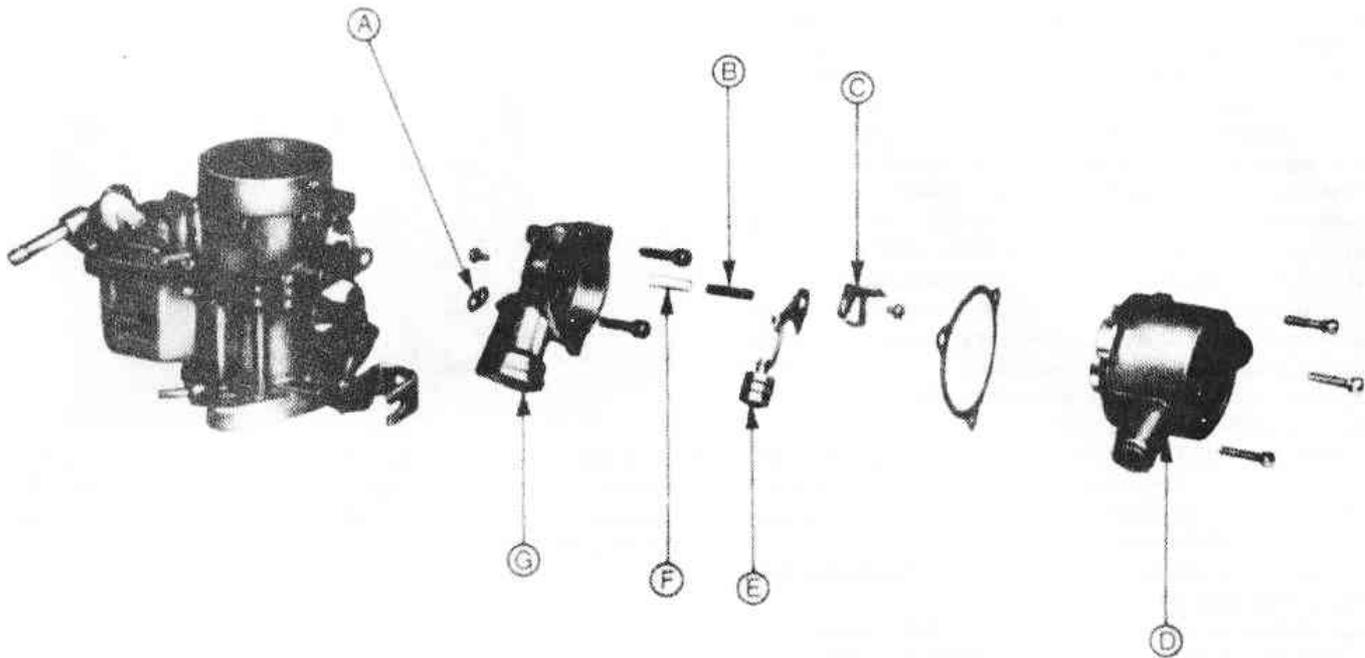

Рис.3.28. Детали автоматической воздушной заслонки карбюратора "Форд" (Разд.23)
7. Соедините вакуумный поршень, ось и тягу; не забудьте о пластиковом чехле на оси и убедитесь, что тяга поршня находится во внешнем отверстии рычага (Рис. 3.28).